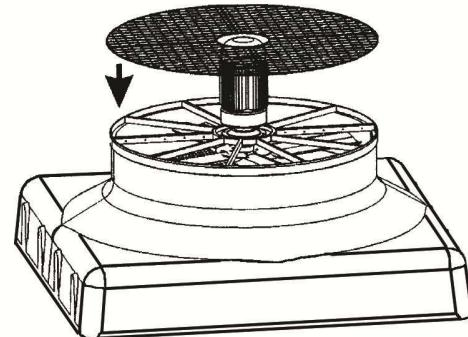

Fig. 14
- a) Check that the grating that protects the fan is assembled. If it is not, assemble it (Fig 14).
- a) Vérifier que la grille de protection du ventilateur est montée, dans le cas contraire, la monter (fig. 14).
- a) Comprobar si se encuentra montada la rejilla de protección del ventilador, en caso de no ser así, montarla (fig. 14).